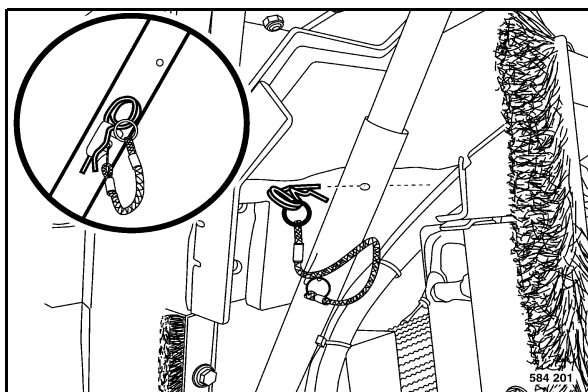

Fig. 162
- Ouvrir complètement le capot du moteur (Fig. 162) et le verrouiller.